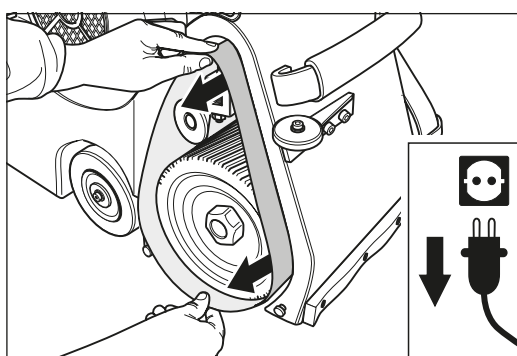
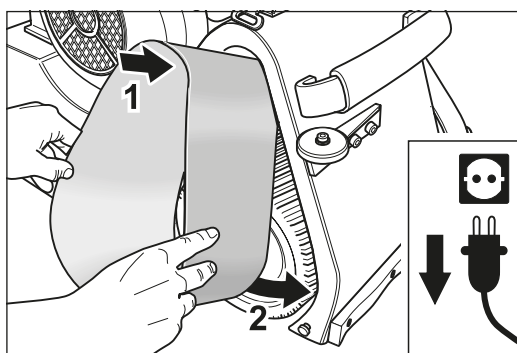

Fig. 12 Retirez la bande de ponçage usée des tambours.
Fig. 13 Monter la bande de ponçage.
- 5 Remplacez la bande abrasive alors que le tambour de ponçage est soulevé (fig. 12 et fig. 13).